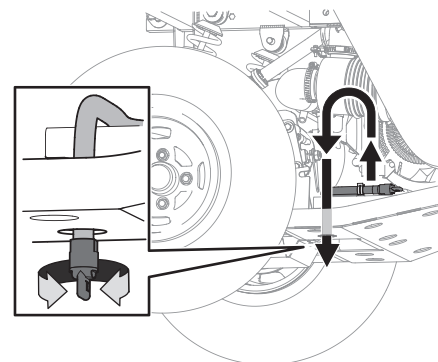

Figura 4-2
1. Ubique la manguera de drenaje de aceite a través del orificio que está más cerca de dicha manguera. Consulte la Figura 4-2.
2. Gire el tapón en el sentido contrario a las agujas del reloj y permita que el aceite se drene en un recipiente adecuado. Consulte la Figura 4-2.